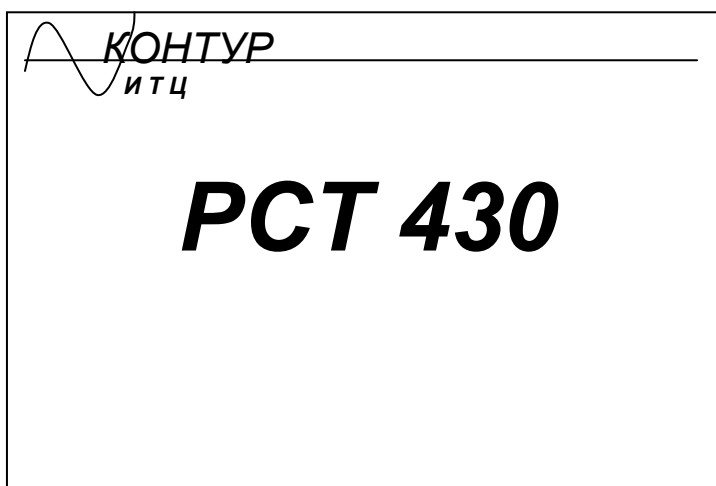

Рис.3
- 4.6. Нажать кнопку включения питания. На экране тестера должна появиться заставка рис.3, свидетельствующая о готовности прибора к работе.